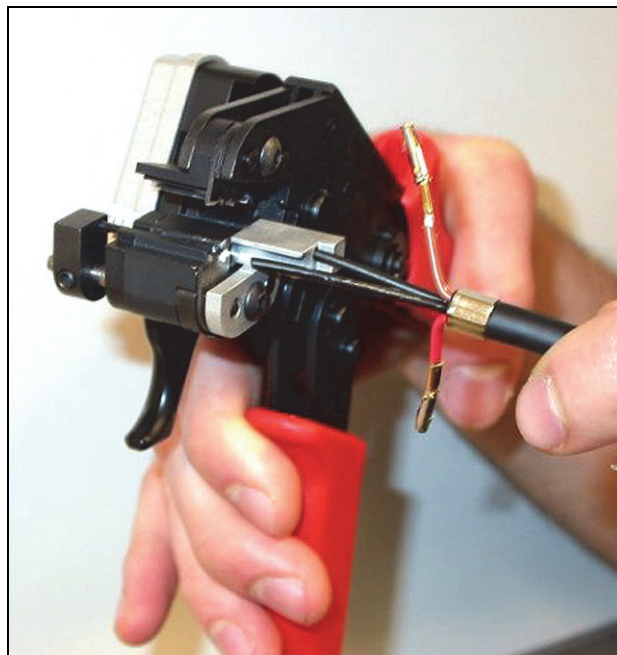
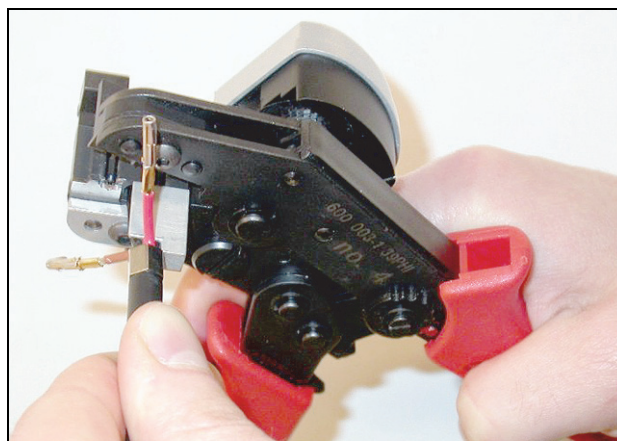

figura 30.16: Corte de uma fibra (1)
figura 30.17: Corte de uma fibra (2)
- 13 Faça deslizar as fibras ópticas plásticas no cortador/ descarnadora POF (ferramenta 6). A fibra que irá ser cortada deve ser colocada no pequeno orifício guia, enquanto que a outra fibra deve ser colocada no grande orifício guia (consulte a figura 30.16). O anel de engaste deve ficar encostado ao retentor (consulte a figura 30.17).